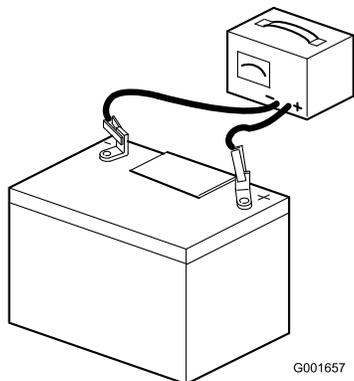

Figura 5
- Conecte un cargador de batería de 3 a 4 amperios a los bornes de la batería (Figura 5). Cargue la batería a un ritmo de 3 a 4 amperios durante 4–8 horas.